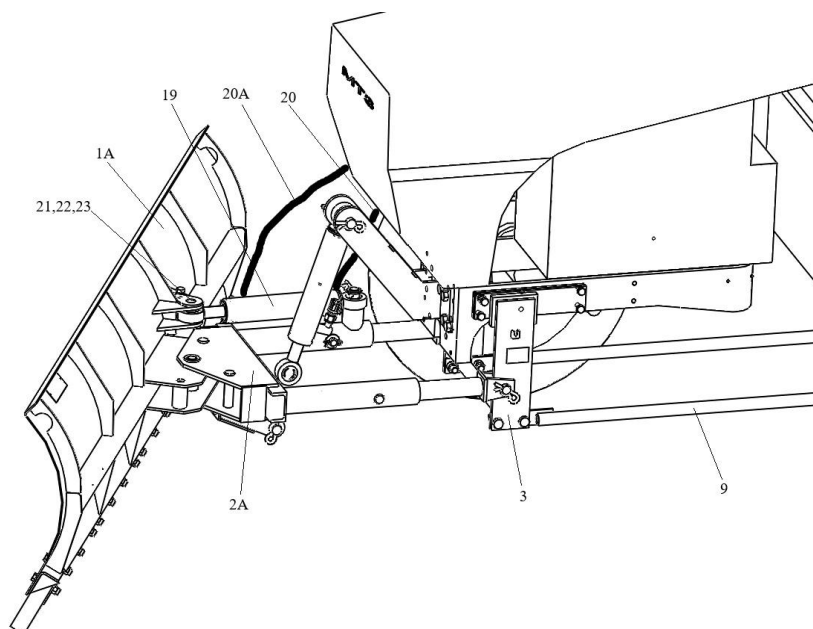

Рис.4 КО320-2, 0.ГП с гидроповоротом
2.4.3 Поворот плужного отвала КО320.ГП осуществляется с помощью гидроцилиндра поворота рис. 4 (19)
2.8.10 Для отвала с гидроповоротом (рис.4) полости гидроцилиндра поворота соединить с гидросистемой трактора (выводы БРС трактора) при помощи двух РВД L=3,4м (20) и РВД L=3,7м (20А).